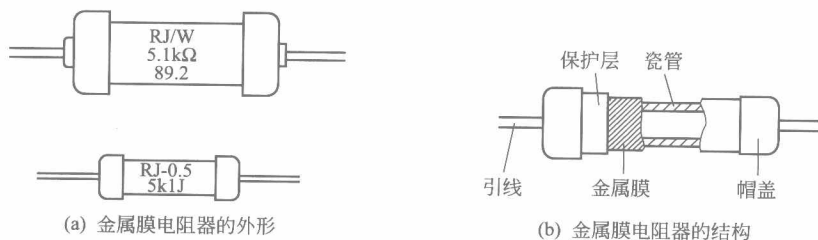

图 1-3 金属膜电阻器的外形及其结构
(2) 金属膜电阻器 金属膜电阻器采用金属膜作为导电层,也属于薄膜型电阻器的一种。这种电阻器是采用高真空加热蒸发(高温分解、化学沉积、烧渗等)技术,将合金材料蒸镀在陶瓷骨架上制成的。改变金属膜厚度和用刻槽的方法变更金属膜的长度,可以得到不同的阻值。这种电阻器的精度、稳定度和高频性能等都比碳膜电阻器好,经常用在频率和精度要求较高的场合。金属膜电阻器的外形及其结构如图1-3所示。